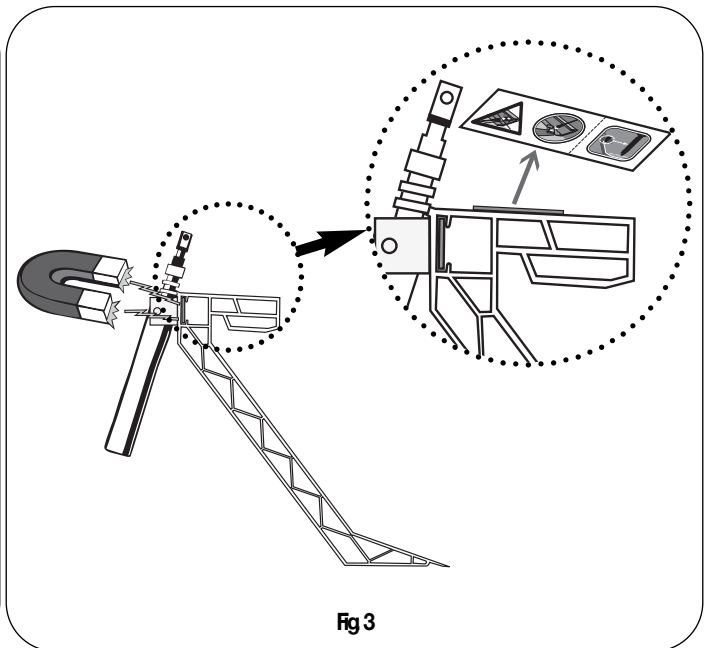

Fig 3
- The spindle or motor must always be fixed on the side, provided with a metal insertion (see fig. 3). This is the side of the sticker.
- Während der Montage von einem Spindel oder Motor, soll dieser immer auf der Seite versehen von einer Metallinsertion, montiert werden (siehe Bild 3). Es handelt sich um die Seite mit dem Aufkleber.